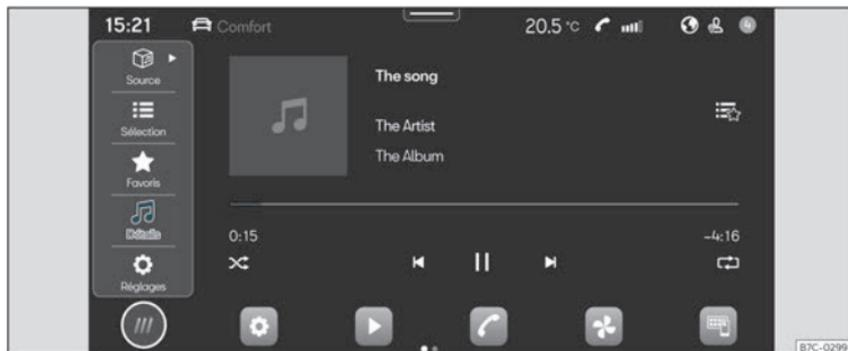

Fig. 133 Représentation schématique : Vue Multimédia
- Appuyez sur **HOME** > ► >>> **fig. 133**.